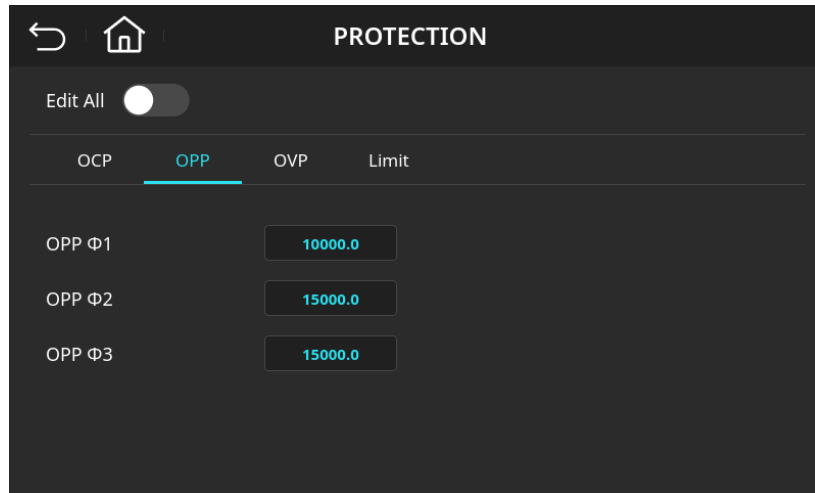

图 4-55 输出过功率保护页面(OPP Φ1=10000.0 VA)
4. 输入 [1], [0], [0], [0], [0] 后按下  键，数值变更成“10000.0”，如图 4-55 所示。